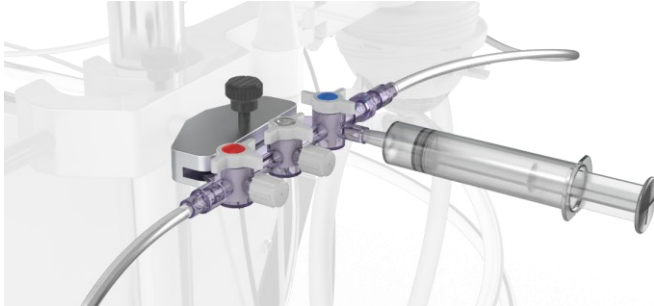

Figura 21 Remoção de ar da linha de amostra, aspirando com uma seringa. Verifique se a válvula azul está na direção indicada.
- Abra a válvula azul na porta de amostra (Figura 21).